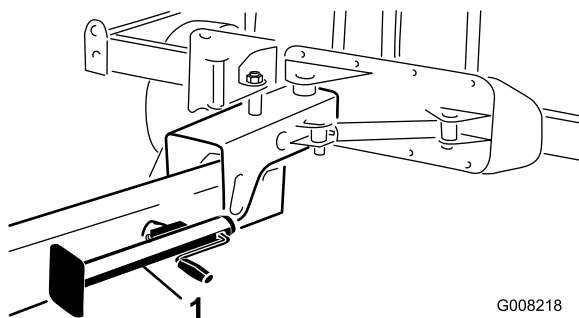

Рисунок 19
4. Поднимите домкрат и зафиксируйте его в положении хранения (Рисунок 19).